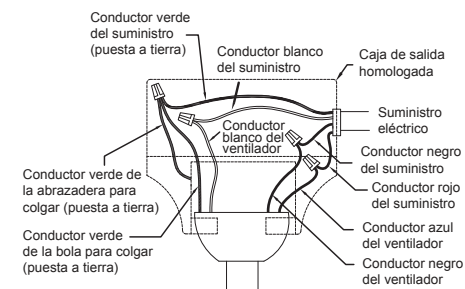

Figura 14B
1. Conecte el conductor verde del ensamble de la varilla y el conductor verde con puesta a tierra de la abrazadera para colgar al conductor de suministro con puesta a tierra (posiblemente un conductor desnudo o un cable con aislante verde). Conecte los conductores con conectores de cables de forma segura. Conecte el conductor blanco del motor del ventilador al conductor blanco (neutro) mediante el conector de forma segura. Conecte el conductor negro del motor del ventilador al conductor negro mediante el conector de forma segura. Conecte el conductor azul del motor del ventilador al conductor rojo mediante el conector de forma segura. (Figura 14B)